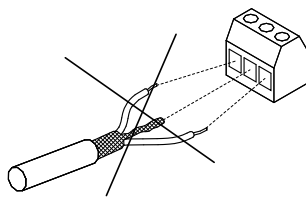

Рис. 38 Не подключайте экран скрученными концами
- Не подключайте экран скрученными концами. См. рис. 38. Для подключения экрана используйте специальные зажимы.